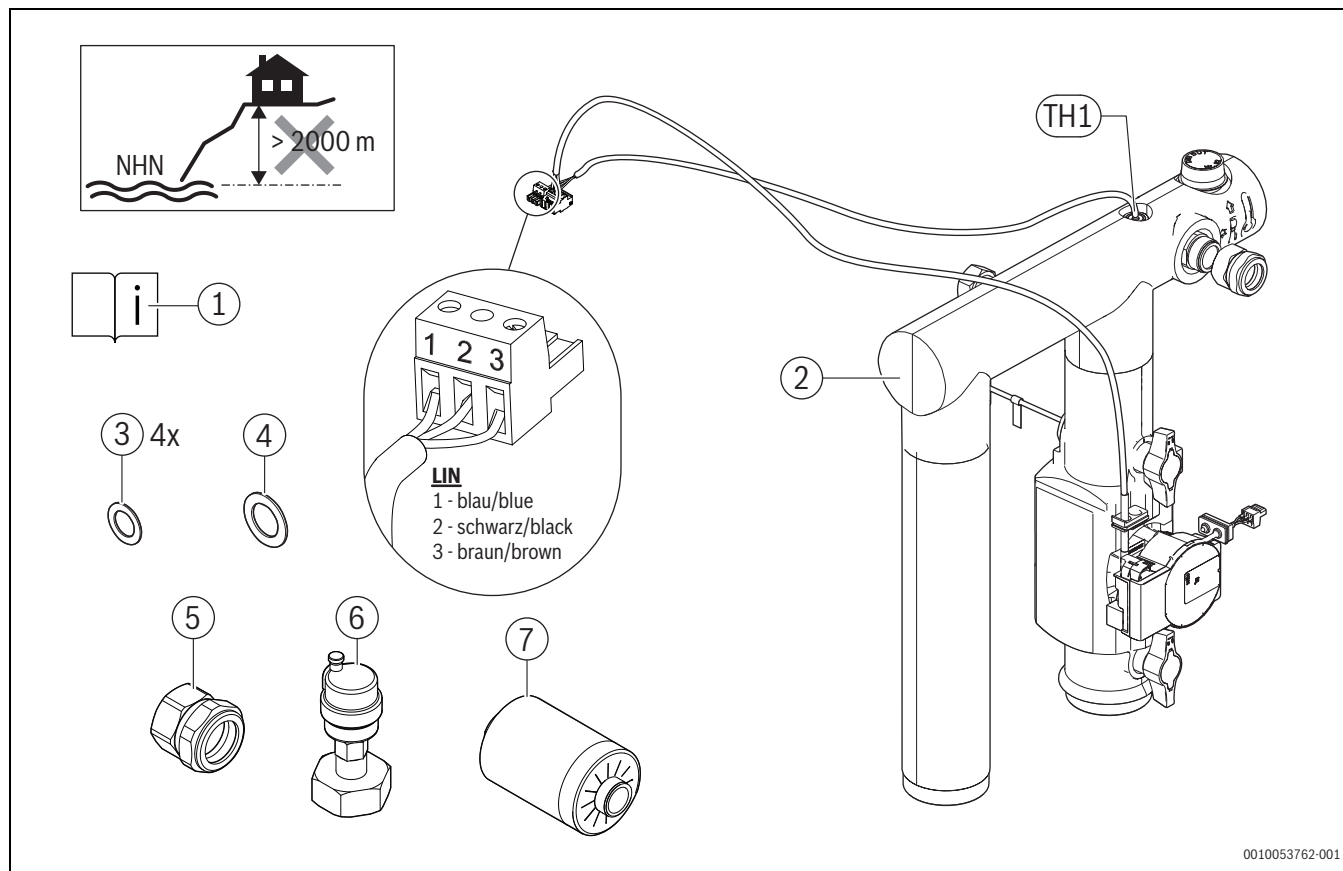

Fig. 1 Contenu de livraison HF-Set HYC40
- Assemblage de la tuyauterie HF-Set HYC40 (→figure 1).